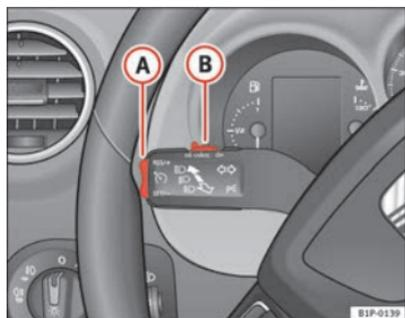

Fig. 134 Palanca de intermitentes y de luz de carretera: mando y tecla basculante para el regulador de velocidad
- Presione la parte superior de la tecla basculante **RES/+** ⇒ fig. 134 **A** para aumentar la velocidad. El vehículo acelerará mientras mantenga la tecla presionada. Al soltar la tecla quedará memorizada la nueva velocidad.
Si se reduce la velocidad programada pisando el pedal del freno, se desactiva el regulador de velocidad. Si quiere activar de nuevo el regulador, bastará con presionar una vez la parte superior de la tecla basculante **RES/+** ⇒ página 187, fig. 134 **A**.